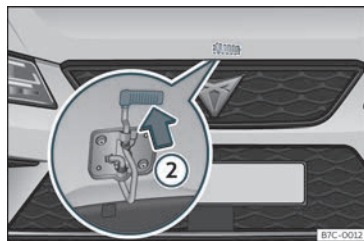

Fig. 256 Leva baixo o capó.
- Para levantar o capó faga presión cara arriba sobre a leva situada baixo o capó >>> **fig. 256 ②**. O gancho de fixación queda desbloqueado.